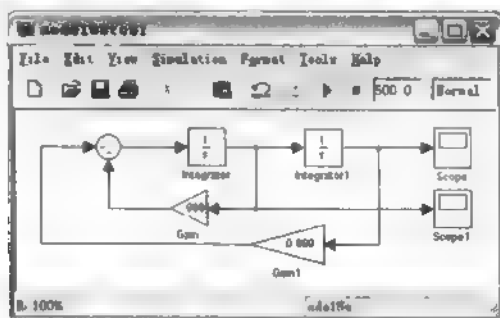

图 8.1 微分方程模型
(2) 建立 Simulink 模型, 保存为 model08to01.mdl; 如图 8.1 所示: